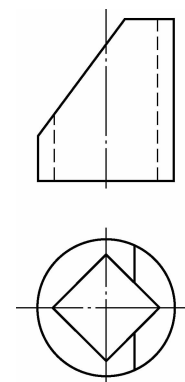

图 1-3-9
2. 关于图 1-3-9 所示切割组合体的正面投影和水平投影,下列说法中正确的有()。